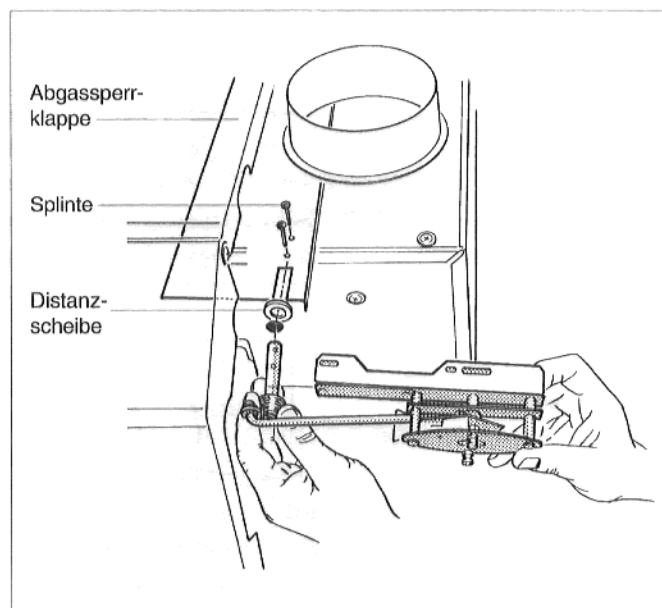

Abb. 6
8. Die zweite Distanzscheibe von innen auf den rechten Lagerstift schieben (Abb. 6).
9. Abgassperrklappe in den Schlitz des rechten Lagerstiftes stecken, dabei muß der Stellhebel am Motorhalter in Stellung "AUF" und der Lagerhebel nach oben zur Kesselseite hin stehen (Abb. 6 u. 7).
11. Die beiden Splinte von oben einführen und durch Umbiegen sichern (Abb. 6).